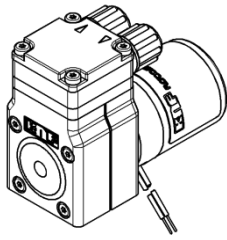

Fig. 5: optimale Einbaulage
- Die Einbaulage der Pumpe kann prinzipiell frei gewählt werden. Für maximale Genauigkeit und schnelle Entlüftung die bevorzugte Einbaulage beachten (Fig.5).